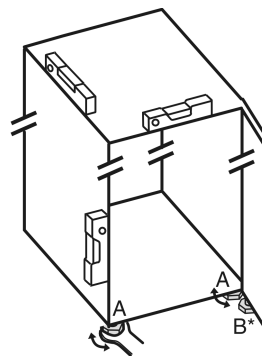

Fig. 4
- Kierrä säätöjalkoja Fig. 4 (A) mukana toimitetulla kiintoavaimella ja vesivaakaa apuna käyttäen ulos, kunnes laite on suunnattu tukevasti vaakatasoon.
► Kierrä laakerijalustassa olevaa säätöjalkaa *Fig. 4 (B)* mukana toimitetulla kiintoavaimella ulospäin, kunnes se koskettaa lattiaa.
► Kierrä säätöjalkaa *Fig. 4 (B)* vielä 90°.